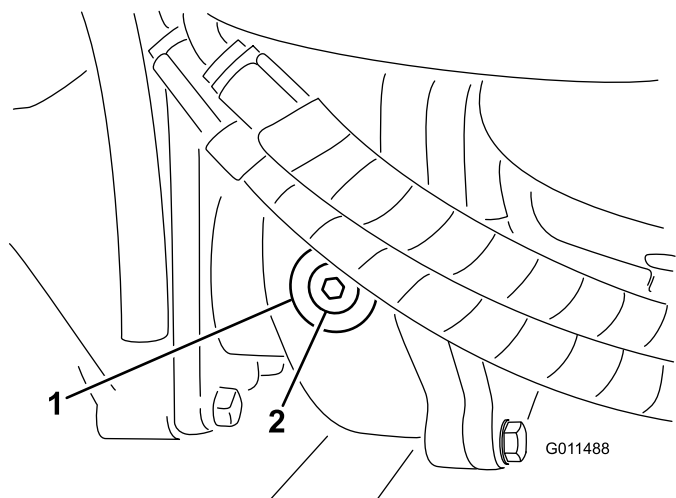

Figura 113
2. Retire el tapón de verificación/llenado del lado izquierdo de la caja de engranajes y asegúrese de que el lubricante llega al borde inferior del orificio (Figura 113).